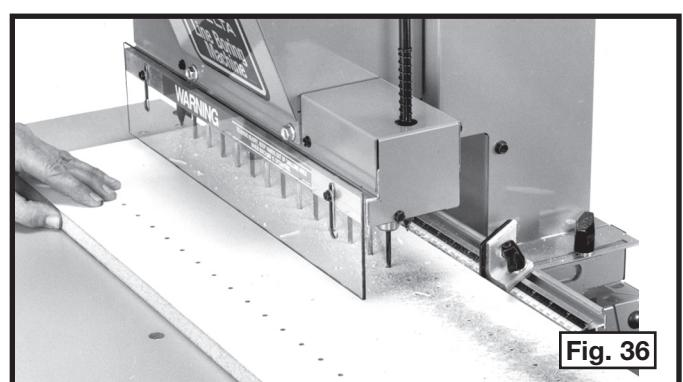

Fig. 36
3. Percez les treize trous additionnels dans la pièce, Fig. 36. Tous les trous sont espacés de 32 mm.